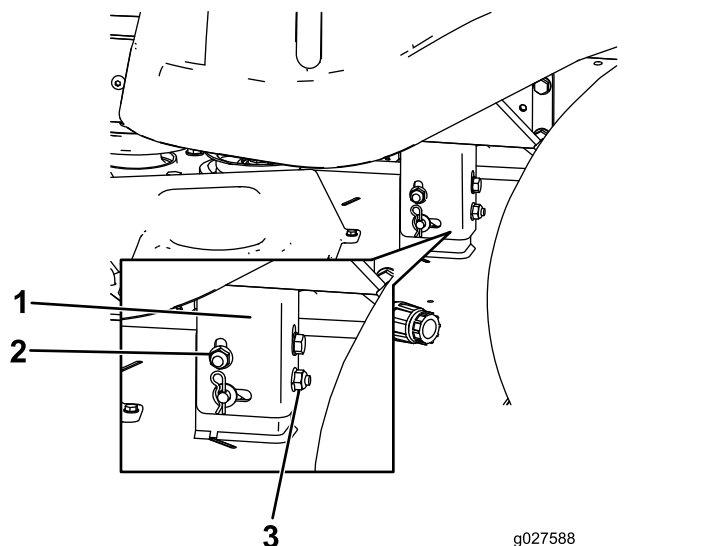

Figura 69
8. Eleve o baje el lado izquierdo de la carcasa de corte girando la tuerca trasera (Figura 69).
Nota: Gire la tuerca trasera en sentido horario para elevar la carcasa de corte; gire la tuerca trasera en sentido antihorario para bajar la carcasa de corte (Figura 69).